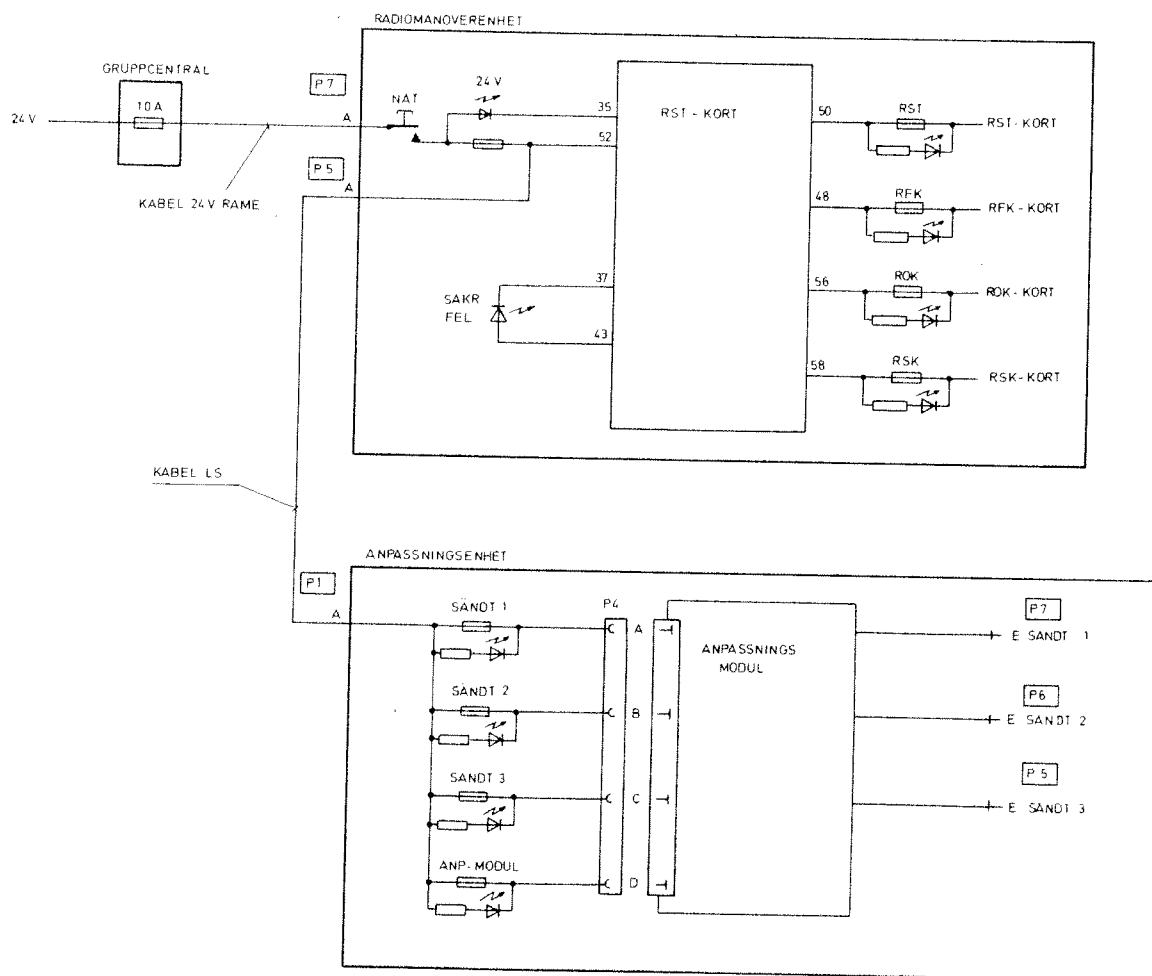

Bild 4. Strömförsörjning
3.5.1.3 RA 816 strömförsörjs genom radiomanöverenhetens uttag STRÖMFÖRSÖRJNING P5. Därvid används kabel LS F3600-011686. Se bild 4.